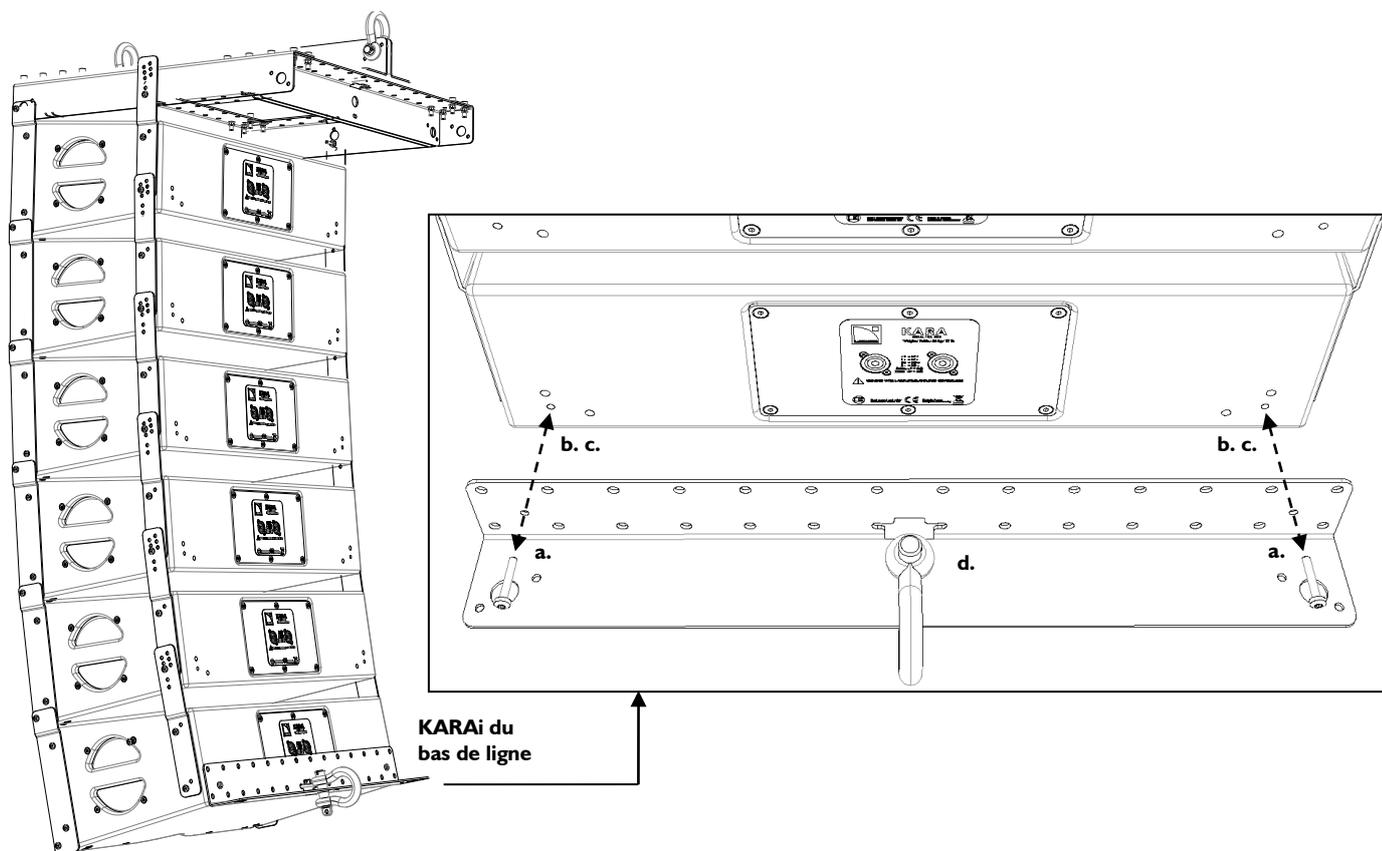

Figure 10 : Configuration de la ligne en douche
- Extraire les deux vis Torx® à tête plate des logements indiqués sur la Figure 10 (embout T30).